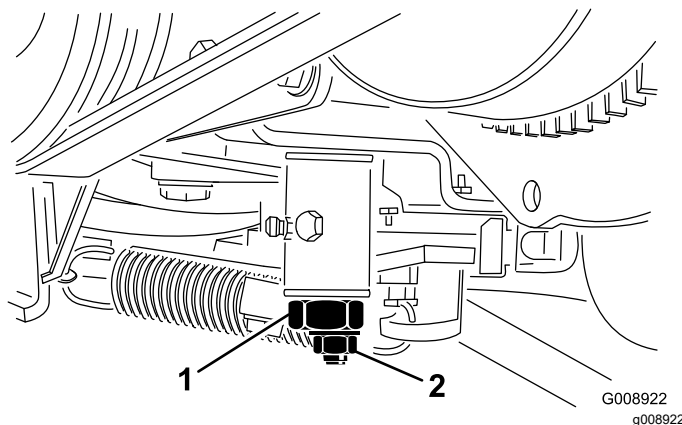

Figure 57
4. Desserrez le contre-écrou de la came de réglage de la transmission (Figure 57).